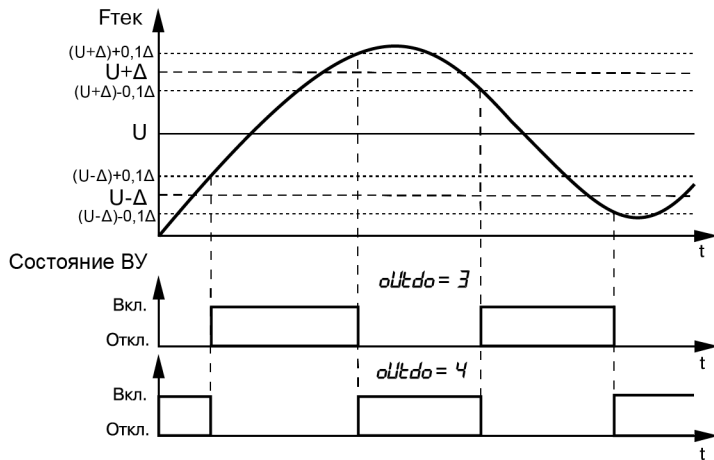

Рисунок 7.7 – Типы логики (П- и U-образная) при работе ВУ в качестве компаратора
1. При П- или U-образной логике для подавления дребезга при переключениях существует дополнительный гистерезис срабатывания 5 % от диапазона между границами (2Δ) (см. *рисунок 7.7*).